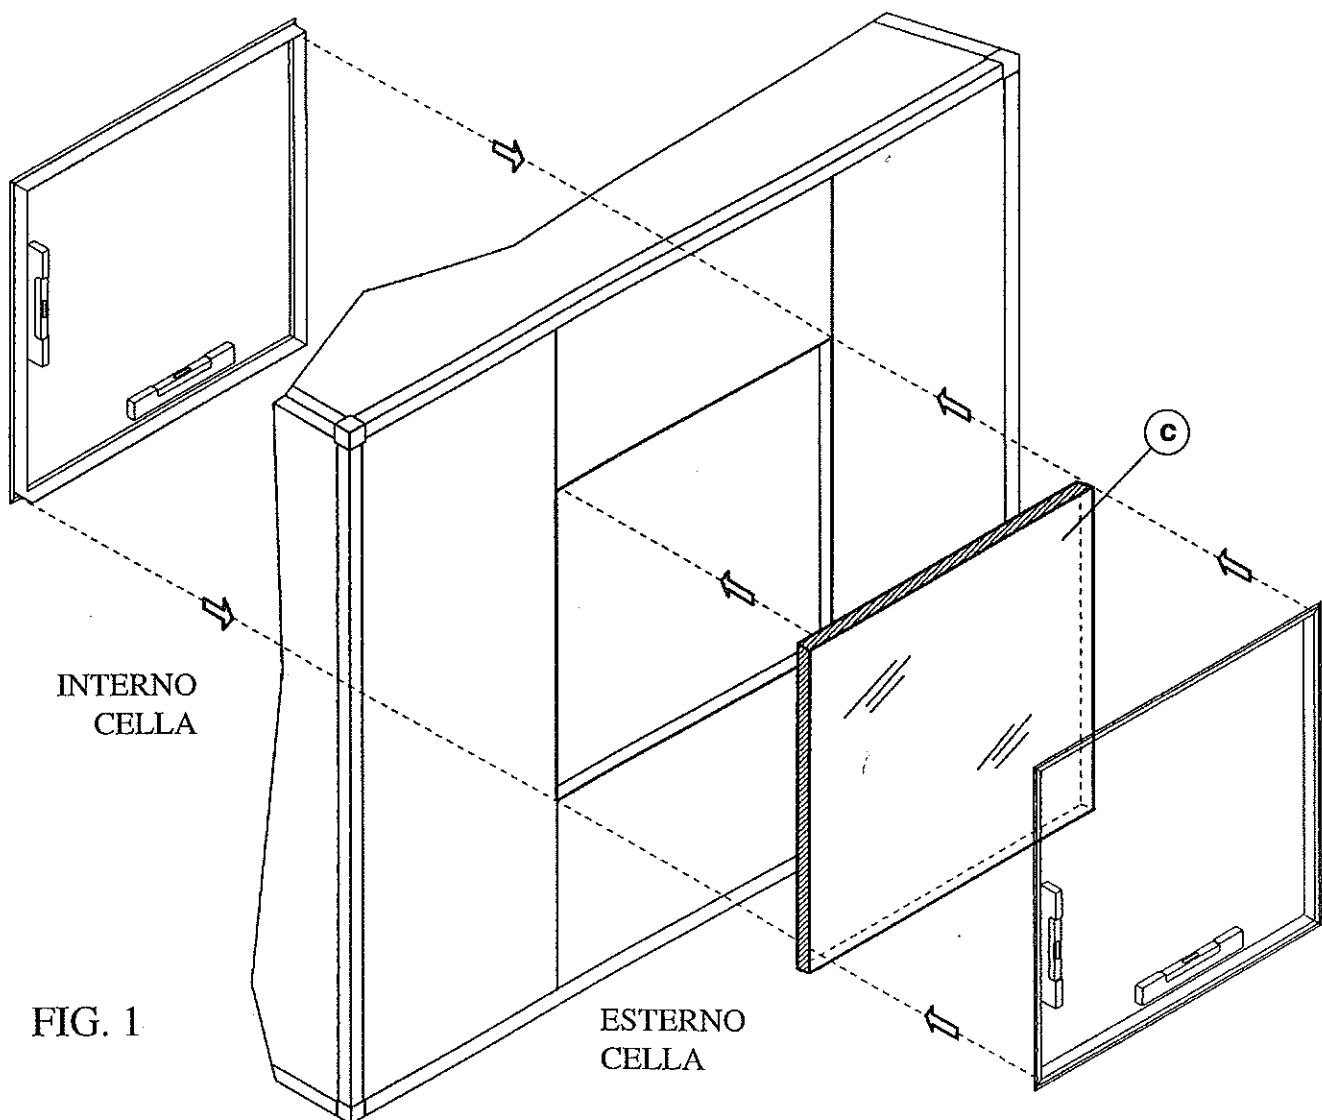

FIG. 2
- Assemblare i profili supporto in alluminio (a) per mezzo delle anime in acciaio (b) formando due telai uguali (Fig. 2).